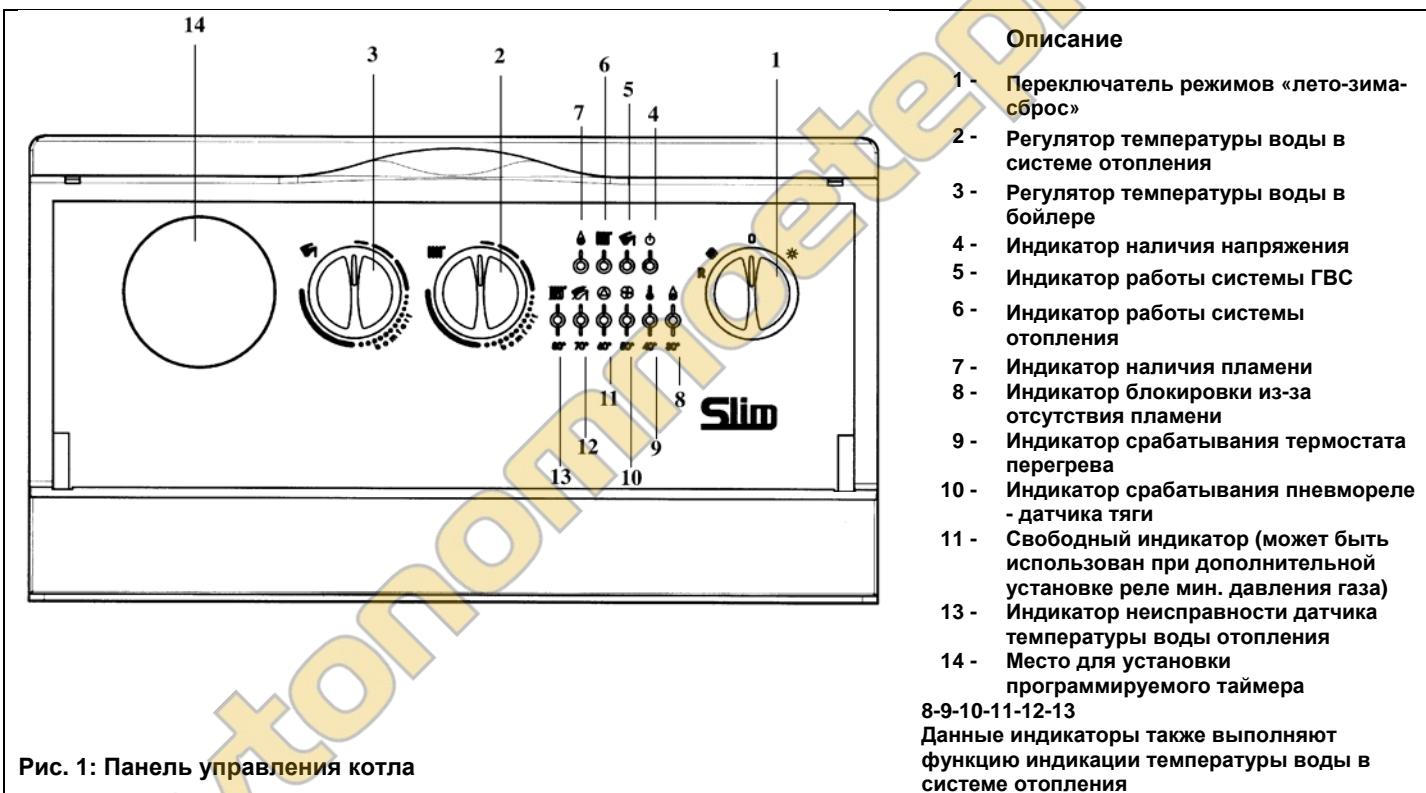

Рис. 1: Панель управления котла
- установить переключатель режимов «лето - зима» (рис. 1, позиция 1) в режим «зима» *
- установить регулятор температуры воды в системе отопления (рис. 1, позиция 2) на нужное значение.
Важная информация: при переключателе режимов «лето - зима» (рис. 1, позиция 1), установленном в положении «зима» , перед каждым очередным включением котла по сигналу регулятора системы отопления установлена задержка на несколько минут (для того чтобы избежать частых включений/выключений). Для того чтобы горелка включилась сразу, переведите переключатель в положение (0), а затем снова установите режим «зима».
Внимание! При первом включении внутри трубы подачи газа могут образоваться воздушные пробки. В таких случаях горелка не будет включаться и произойдет блокировка котла по газу (загорается красная лампочка блокировки котла - рис. 1, позиция 8). При возникновении данной проблемы повторите процесс включения котла до поступления газа в горелку, кратковременно установив перед включением переключатель режимов (рис. 1, позиция 1) в положение R (сброс).
Регулятор температуры воды в бойлере (рис. 1, поз. 3) может использоваться только при наличии накопительного бойлера. В этом случае возможно отрегулировать температуру воды контура ГВС, установив регулятор на нужное значение.
Приоритет ГВС можно отключить установив регулятор (рис. 1, поз. 3) на минимальное значение в соответствии с функцией защиты от замерзания воды в бойлере.
Данное устройство может быть снабжено комнатным термостатом для контроля температуры отапливаемого помещения. В этом случае регулятор температуры воды в системе отопления (рис.1, поз. 2) устанавливается в максимальное положение, а сигналы на включение и выключение котла поступают от комнатного термостата. При отсутствии комнатного термостата температура помещения регулируется косвенным образом при помощи регулятора температуры воды в системе отопления (рис.1, поз. 2); при таких условиях насос системы отопления работает постоянно. Для увеличения температуры повернуть регулятор по часовой стрелке, для уменьшения - против часовой стрелки.
- Установить переключатель режимов (рис. 1, поз. 1) в положение (0), проследив, чтобы лампочка-индикатор (рис. 1, позиция 2) погасла; таким образом прекращается подача электричества на котел.
- переключатель режимов (рис.1, позиция 1) не установлен в положение (0);